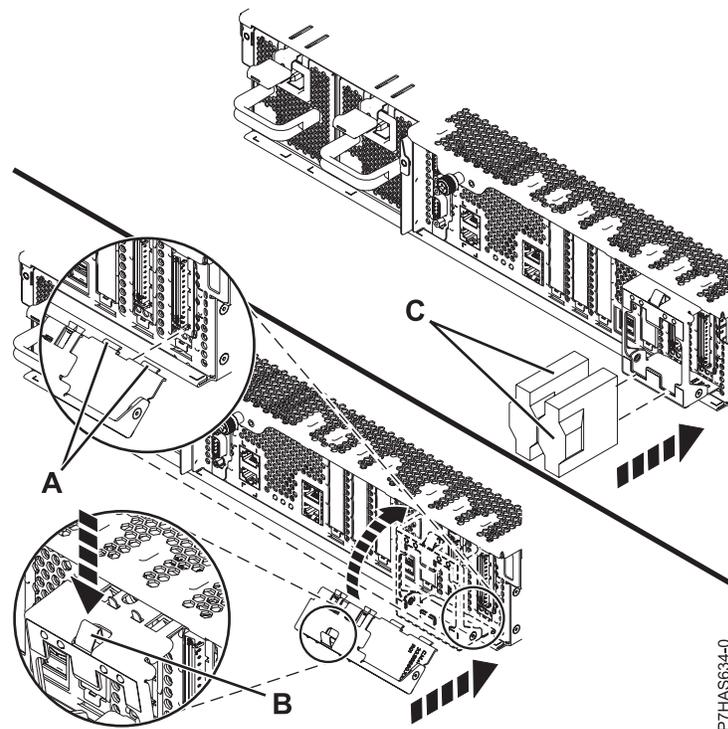

図 5. ケーブル保持ブラケットの取り付け
16. ケーブル保持ブラケット (A) (図 5 に示す) が提供されている場合は、以下のステップを実行します。
- a. ケーブル保持ブラケット (A) を傾けて、ブラケット下部にあるタブをアセンブリーのスロットに掛けます。
- b. ケーブル保持ブラケットをシャーシ方向へ回転させ、ブラケット・ファスナー (B) をシャーシの開口部に押し入れてブラケットを固定します。
17. システムの背面から、アダプター・ケーブル (C) を取り付けます。